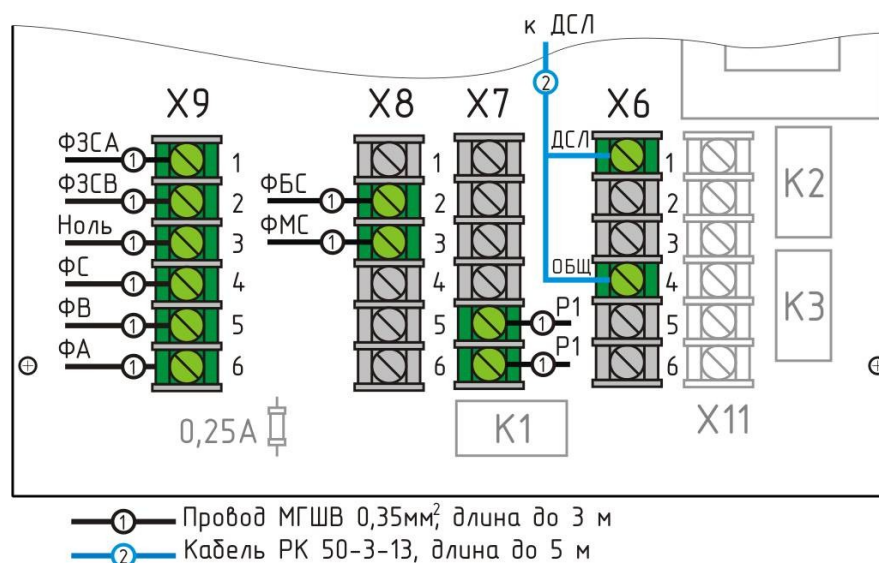

Рисунок 16 - Подключение цепей УКСЛ
4) Подсоединить промаркированные концы цепей С0 — С4 соединительного кабеля «БДК-Л – ШУ лифта» в блоке БДК-Л-4М2, БДК-Л-3М2 (рисунок 16).
3) Внутри блока БДК-Л-4М2, БДК-Л-3М2 экран коаксиального кабеля подсоединить к контакту Х6.4, а центральную жилу к контакту Х6.1 (рисунок 16).